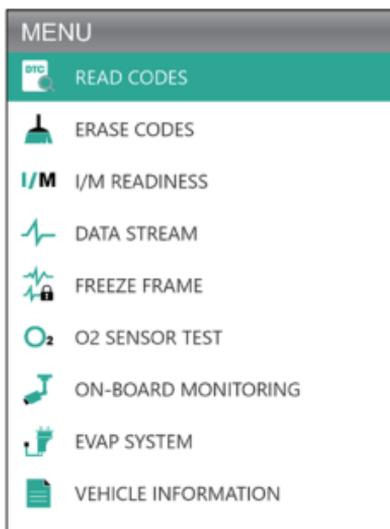

図 3.2.2
2. DTC を検索したい場合、[ コードの読み取り ] (図 3.2.2 を参照) を選択して、[OK] を押してください。スキャンツールは ECU と通信し、DTC を表示させます。